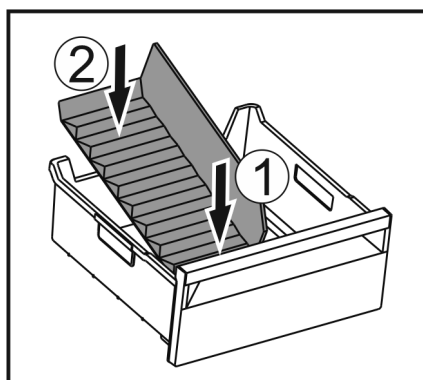

Fig. 115
► Поставете предната част на разделителя на отделението за лед. Fig. 115 (1)
► Спуснете задната част на разделителя на отделението за лед до дъното на чекмеджето. Fig. 115 (2)